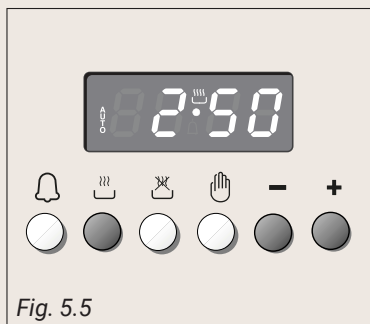

Fig. 5.5
1. Déterminer le temps de durée de la cuisson en pressant le poussoir  et le poussoir **+** pour avancer, ou **-** pour revenir si le temps désiré a été dépassé (fig. 5.5). La légende **AUTO** et le symbole  s'allumeront.